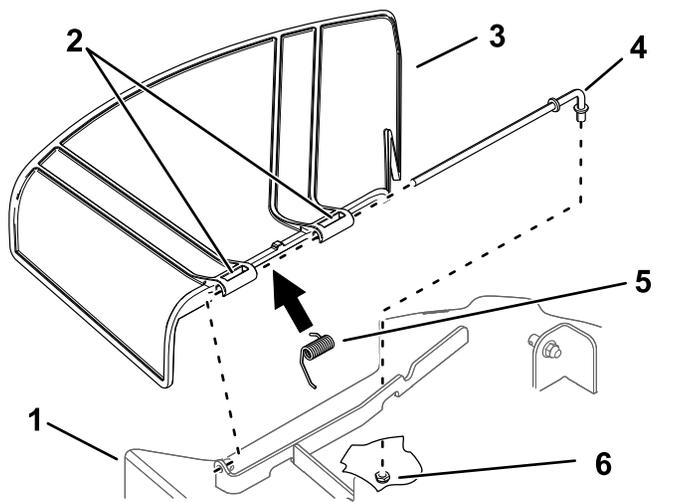

Рисунок 78
1. Отверните гайку ($\frac{3}{8}$ дюйма) со стержня из-под нижней части газонокосилки (Рисунок 78).
2. Выдвиньте стержень из кронштейна деки, пружины и отражателя травы (Рисунок 78).
4. Установите новый отражатель травы (Рисунок 78).
7. Проденьте стержень через второй шарнир отражателя травы (Рисунок 78).
9. Прикрепите задний конец стержня к газонокосилке с помощью гайки (3/8 дюйма), как показано на Рисунок 78.